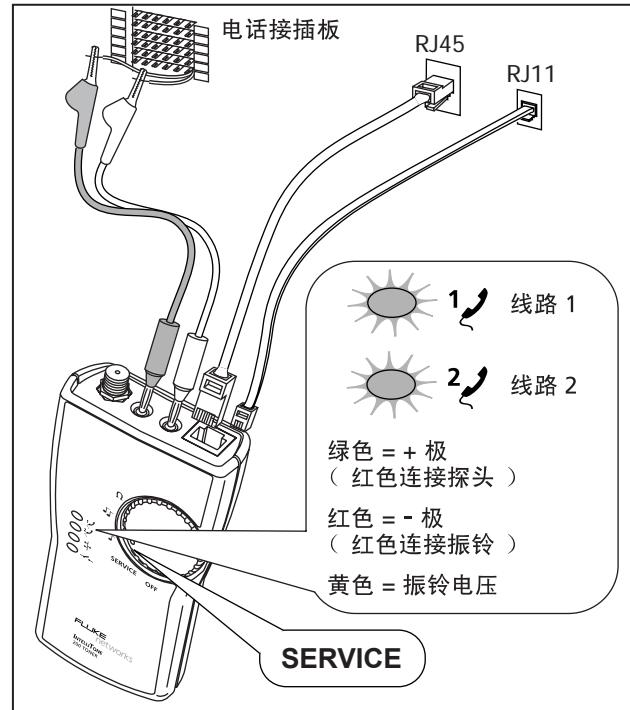

图 3. 验证电话服务和极性
2. 按图 3 所示方式将音频探头连接电路。从音频探头断开不使用的测试导线和连接器。
4. LED 表示电话服务和极性，如图 3 所示。